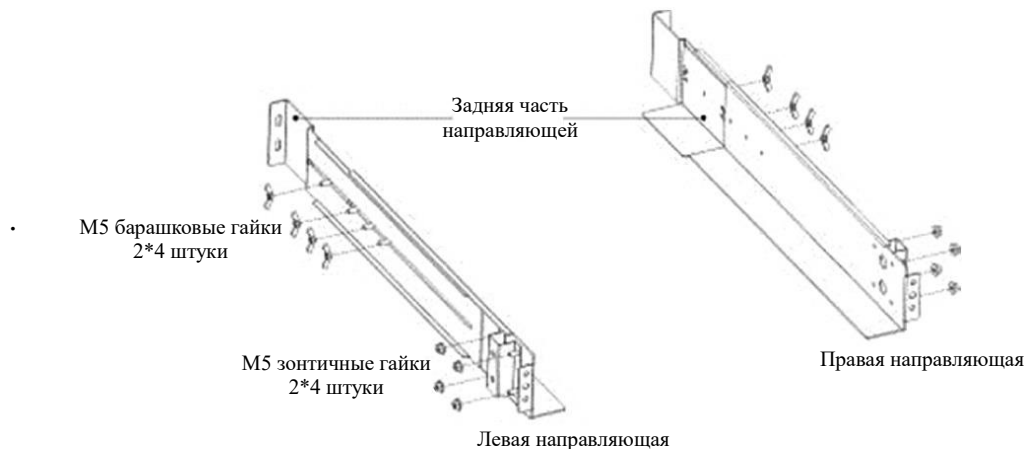

Рисунок 1 Сборка направляющих
- c) Закрутите четыре барашковые гайки М5 на каждой для фиксации глубины рельс (см. рисунок 1 выше).